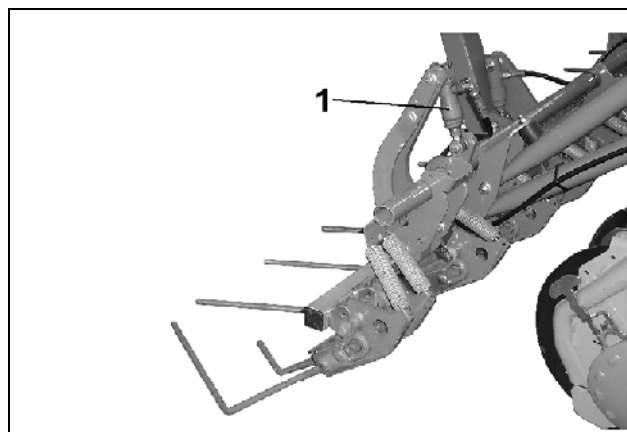
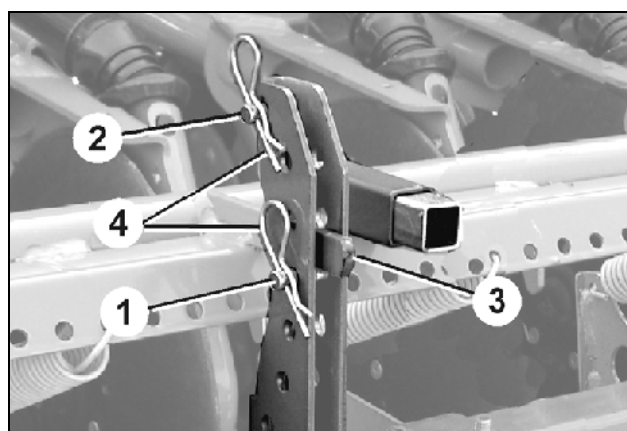

Fig. 99
Fig. 100
La presión de almohaza es ajustada por un cilindro hidráulico (Fig. 99/1) al pasar de suelo normal a suelo pesado y viceversa.
Dos pernos (Fig. 100/1 y 2) están enchufados como tope de la palanca (Fig. 100/3) en el segmento de regulación. La palanca, accionada por el cilindro hidráulico (Fig. 99/1), apoya sobre el perno I, cuando el cilindro hidráulico está despresurizado, y en el perno II (Fig. 100/2), cuando el cilindro hidráulico está bajo presión.
- Despresurizar el cilindro hidráulico (Fig. 99/1).
- Enchufar el perno II (Fig. 100/2) en una perforación por encima de la palanca (Fig. 100/3) en el segmento de regulación y asegurar con un pasador elástico (Fig. 100/4).
- Presurizar el cilindro hidráulico (Fig. 99/1).
Enchufar el perno I (Fig. 100/1) en una perforación en el segmento de regulación por debajo de la palanca (Fig. 100/3) y asegurar con un pasador elástico Fig. 100/4).